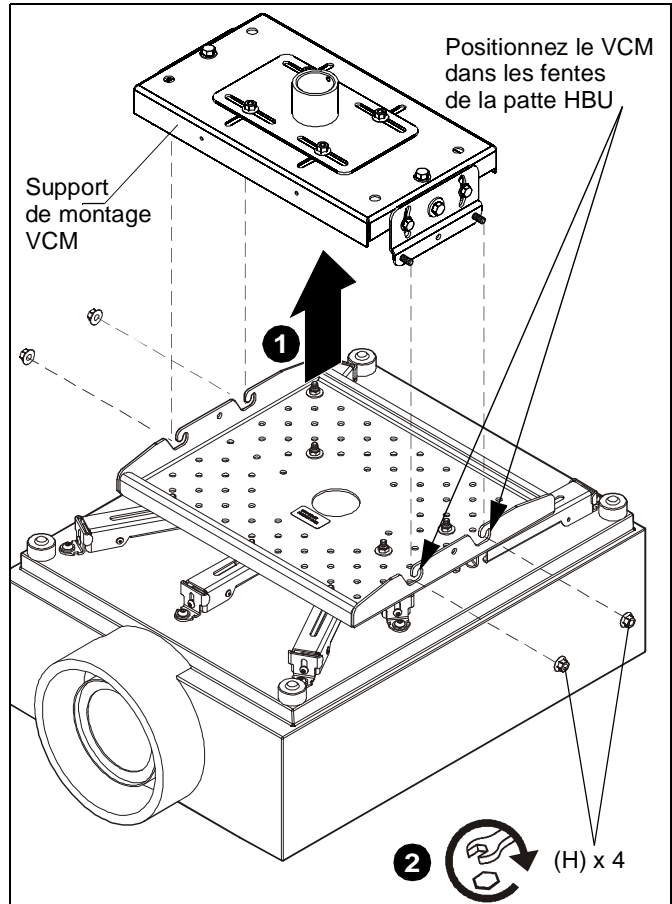

Figure 4
1. A l'aide de ces assistants, soulevez la patte HBU avec le projecteur fixé et fixez-la aux quatre montants s'étendant depuis le support de montage pour plafond VCM (non inclus). (Voir la Figure 4)
**IMPORTANT ! :** Assurez-vous que le support de plafond VCM est fixé aux fentes de la patte HBU. (Voir la Figure 4)
2. Attachez-la avec quatre écrous à embase de 5/16" (H). (Voir la Figure 4)